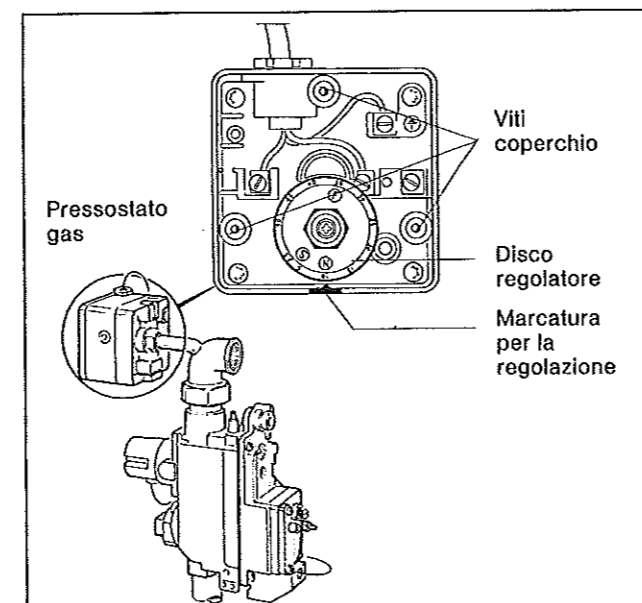

Fig. 35: „Junkers“ CE 423 I, pressostato gas
- ⊕ Togliere il coperchio del pressostato gas svitando le relative tre viti (Fig. 35).
- ⊕ Regolare il pressostato gas sul nuovo tipo di gas: S = Gas di città, N = Metano, F = Gas liquido (Fig. 35).